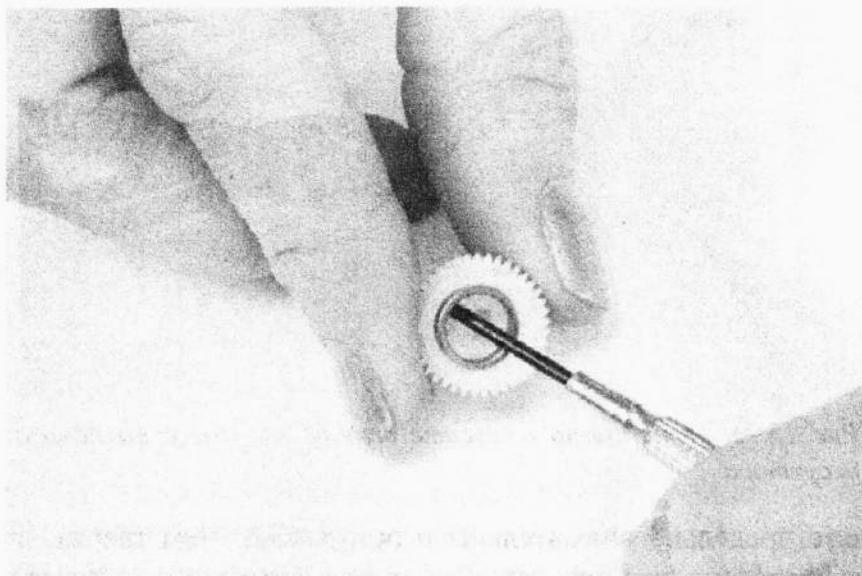

Рис. 15.17. Вытащите металлическое контровочное кольцо
10. Снимите при помощи небольшой отвертки металлическое контровочное кольцо с оси зубчатого колеса выходного редуктора (рис. 15.17).